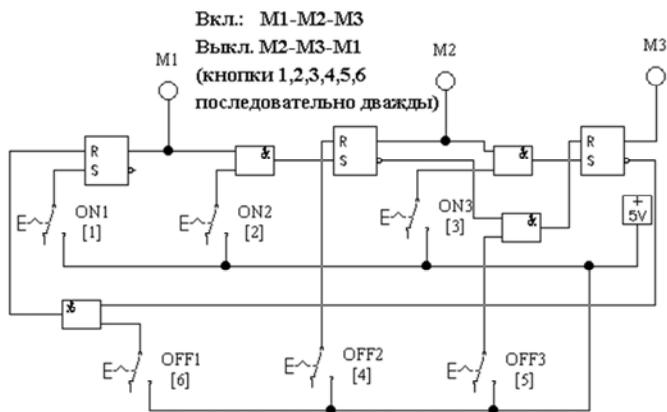
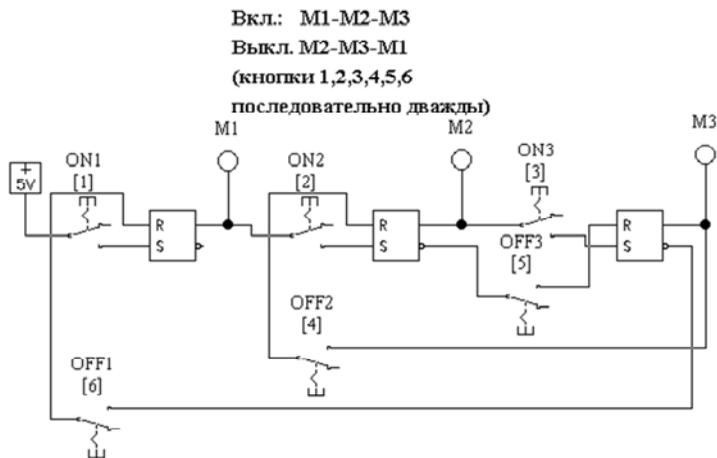
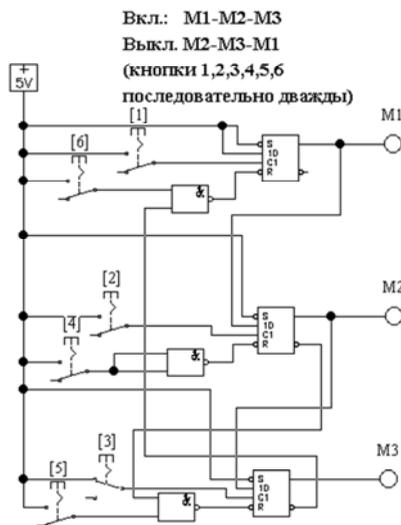
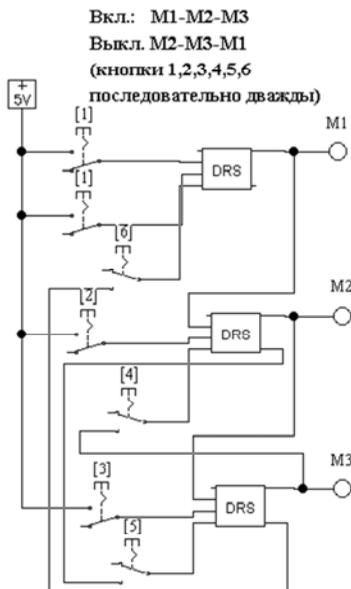

Рис. 14.10. Схема управления тремя электродвигателями на RS-триггерах (файл **pr1.ewb**)
Рис. 14.11. Упрощенная схема управления тремя электродвигателями на RS-триггерах (файл **pr2.ewb**)
Рис. 14.12. Схема управления тремя электродвигателями на *D*-триггерах (файл **pr3.ewb**)
Рис. 14.13. Упрощенная схема управления тремя электродвигателями на *D*-триггерах (файл **pr4.ewb**)
В качестве примера задан порядок включения двигателей (M1–M2–M3) и их отключения (M2–M3–M1). Для заданного примера составлены схемы управления на RS-триггерах (файлы **pr1.ewb** и **pr2.ewb**, рис. 14.10, 14.11) и D-триггерах (файлы **pr3.ewb** и **pr4.ewb**, рис. 14.12, 14.13). Для управления необходимо дважды (для возврата переключателей в первоначальное положение) нажать каждую из клавиш – «1»–«6».
7. Рассчитать свой вариант РГР 10 [3]. Выбрать из файлов **pr1.ewb** (см. рис. 14.10), **pr2.ewb** (см. рис. 14.11), **pr3.ewb** (см. рис. 14.12) или **pr4.ewb** (см. рис. 14.13) наиболее понравившееся исполнение и реализовать свой вариант в EWB.